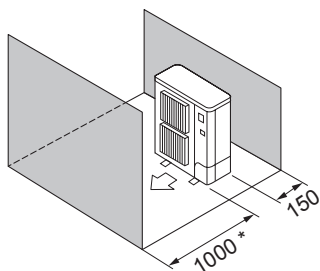

Fig. 2-11
- ⑤ Obstáculos apenas na parte da frente e de trás (Fig. 2-11)